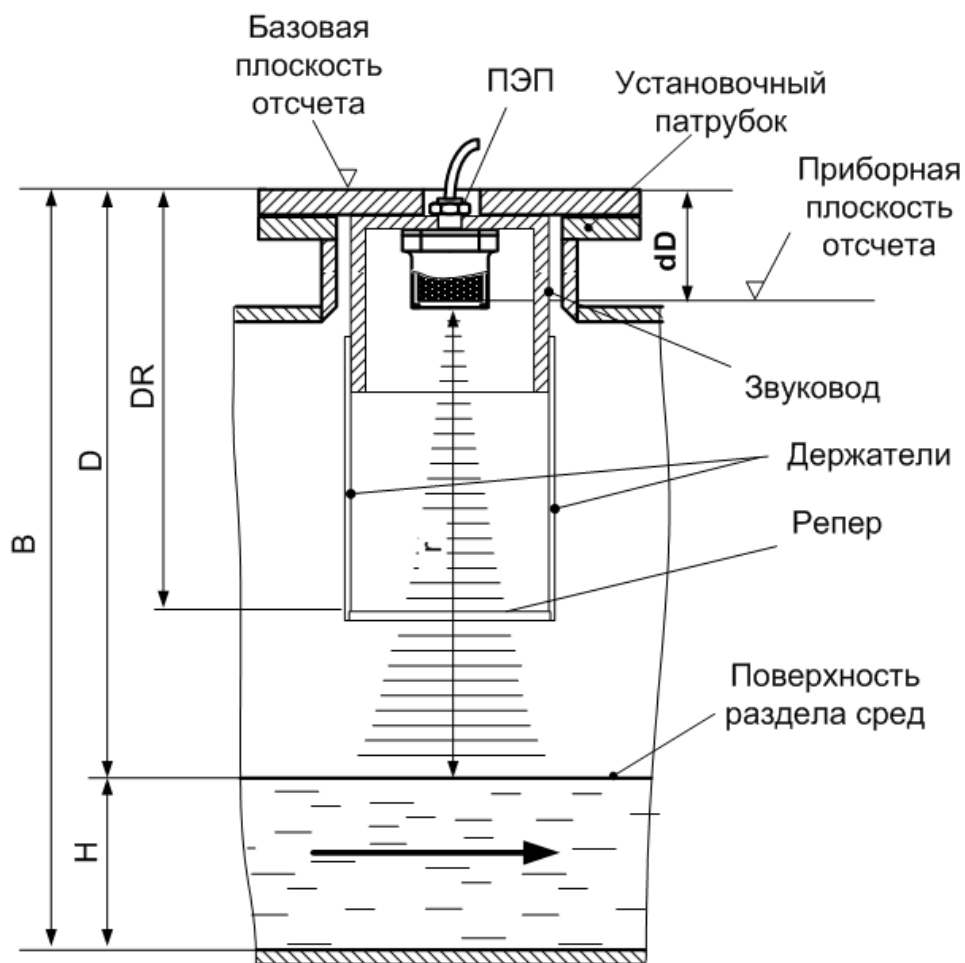

Рис.1. Схема измерения уровня.
1.5.1.2. Для определения уровня жидкости используется метод акустической локации через газовую среду границы ее раздела с жидкой средой (рис.1).